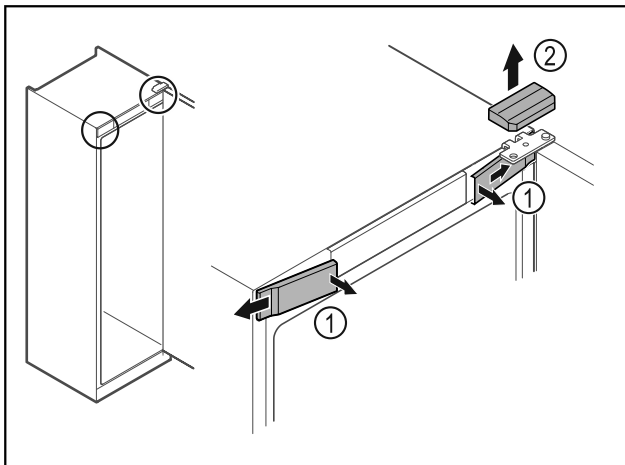

Fig. 8*
- ▶ Звільніть передні кришки Fig. 8 (1) всередині від фіксатора та поверніть убік.*
- ▶ Зніміть верхню кришку Fig. 8 (2) вгору.*